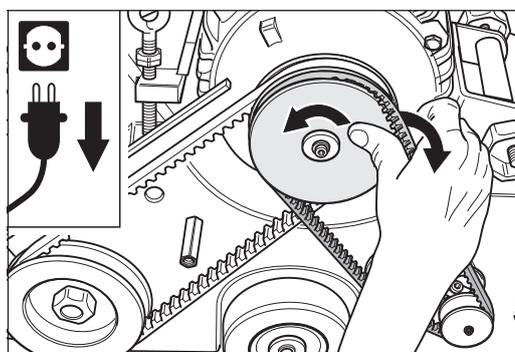

Fig. 20 Desmontaje de la correa trapezoidal para la aspiración.
- 4 Desmonte la correa del sistema de aspiración dejando que la correa abandone la polea del motor (Fig. 20). **¡Preste atención a los dedos → Peligro de aprisionamiento!**